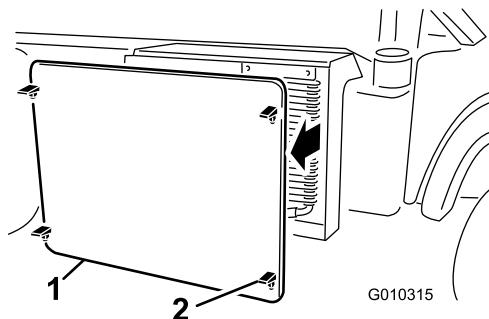

Figura 62
2. Abra los enganches y retire la rejilla del radiador de la parte delantera del radiador (Figura 62).